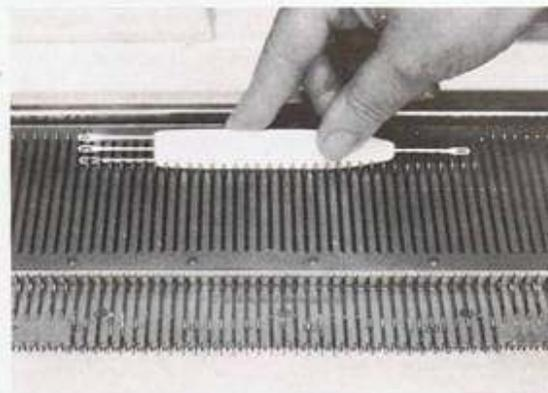

Fig. 24
- Amener 40 aiguilles (20 de chaque côté du point 0 de la machine) de la position A à la position B (fig. 24).